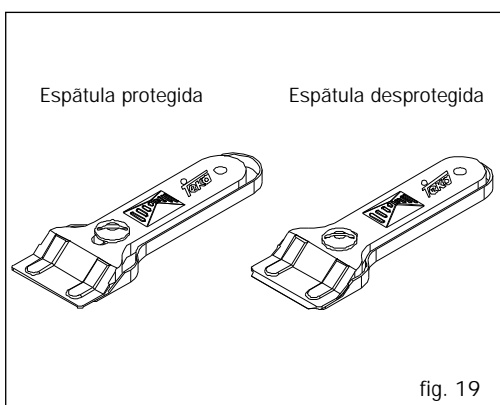

fig. 19
- Depois de utilizar a espátula, deverá, como medida de segurança, recolher a lâmina. (Ver fig. 19).